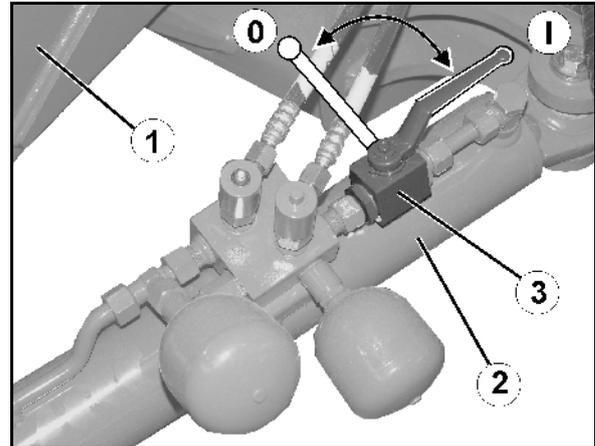

Рис. 91
4. Заблокируйте направляющее дышло (Рис. 91/1), закрыв шаровой кран (Рис. 91/3) в положении 0.